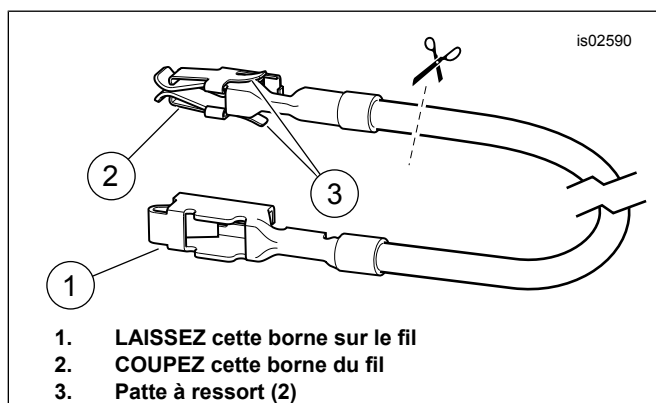

Figure 6. Fil de l'adaptateur de la boîte à fusibles
4. Dans le kit, prenez le fil orange/blanc de l'adaptateur de la boîte à fusibles (10). Notez la borne à chaque extrémité (consultez Figure 6). Seule la borne **SANS patte à ressort** s'insère dans la cavité du fusible. Découpez soigneusement la borne **AVEC** les pattes à ressort du fil et la jeter.